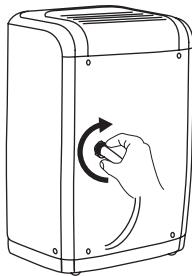

fig. 3
3. Aparafuse a mangueira de jardim na parte rosada do conector. (fig.3)